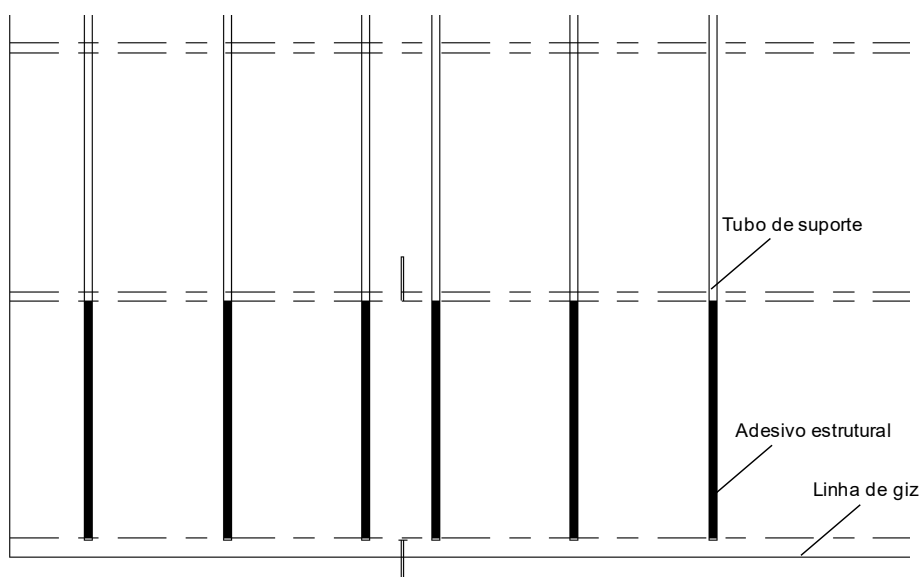

Figura 18
- ⑥ A posição do adesivo no tubo de suporte deve ser determinada pela linha de giz, e o adesivo estrutural deve ser aplicado de acordo com as regras de colagem no local em que o produto precisa ser instalado. (conforme mostra a Figura 18)